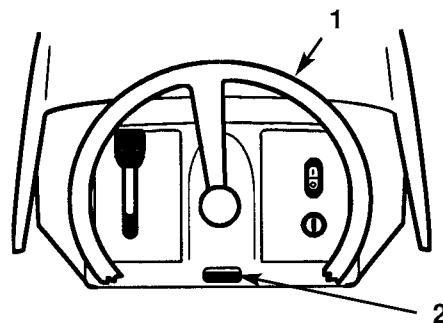

Bild 4
1. Die Sperrtaste eindrücken (Bild 4).